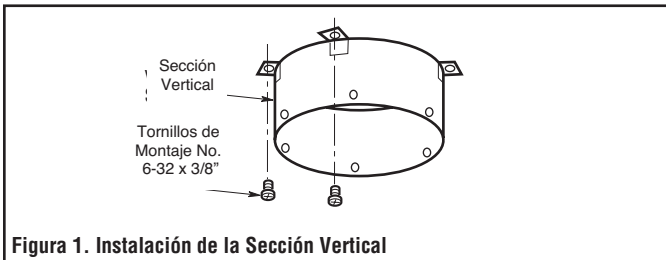

Figura 1. Instalación de la Sección Vertical
4. Asegure la sección vertical con cuatro tornillos de montaje No. 6-32 x 3/8" (9,5mm) (provistos) como se muestra en la Figura 1.